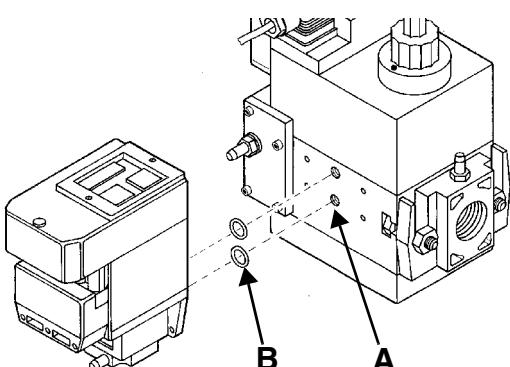
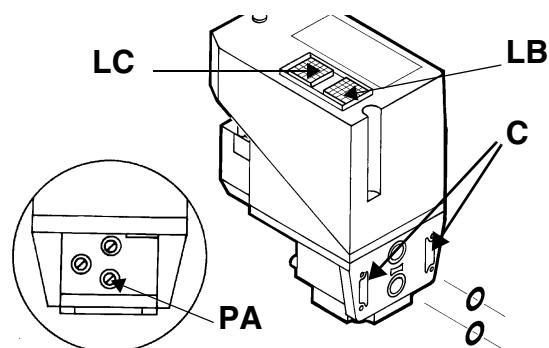

Рис. 17
Рис. 18
2). снять крепежные винты группы Multibloc (Рис. 17-А)
3). вставить уплотнительные кольца (10,5x2,25) в VPS 504 (Рис. 18-В, Рис. 17-В)
4). закрутить 4 винта блока контроля герметичности (M4x16) Рис. 17-С.
Для проверки работы, подсоединить манометр к штуцеру для отбора давления **PA** (Рис. 18). Если проверка завершилась положительно, через несколько секунд зажжется жёлтая лампочка **LC**. В противном случае загорится красная лампочка блокировки **LB**. Чтобы перезапустить горелку, необходимо разблокировать блок управления нажатием на светящуюся кнопку **LB**.